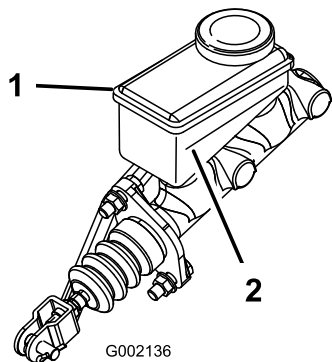

Рисунок 16
3. Посмотрите на контур уровня жидкости в боковой части бачка. (Рисунок 16).
- B. Долейте тормозную жидкость DOT 3 в бачок, пока ее уровень не будет выше линии «Минимум» (Рисунок 16).
5. Установите резиновую заглушку в верхней части приборной панели (Рисунок 16).